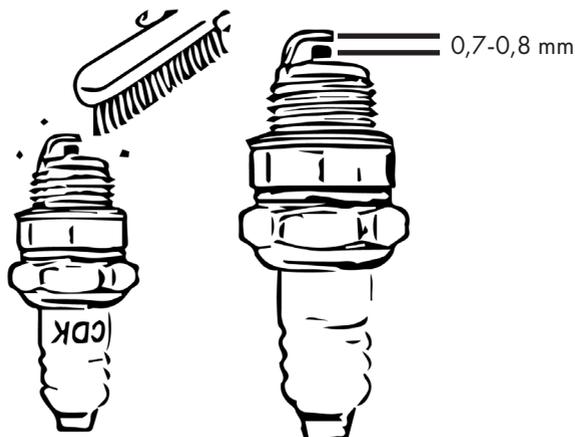

Bild 17
- Avlägsna avlagringar på tändstiftet. Se bild 17.
- Ställ in elektrodavståndet till ett målvärde på 0,7-0,8 mm. Se bild 17.